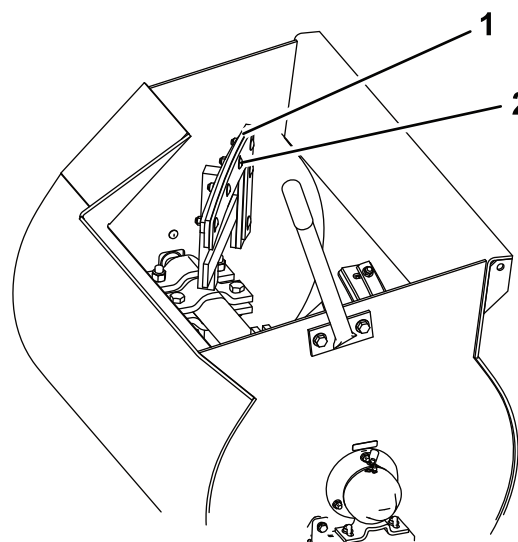

Figura 36
4. Afloje las tuercas y los pernos que sujetan las hojas a las paletas (Figura 36).